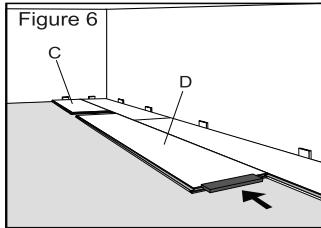

Figure 9C
Step 3 – Use a pull bar in place of a tapping block to close the gap between the two planks to complete the row (Fig. 9C).
Paso 3 – Use un varilla de maniobra en lugar de un bloque para ajuste para cerrar el espacio entre las dos planchas para completar la fila (Fig. 9C). Si el resto de la plancha cortada tiene 30,48 cm (12 pulg.) de largo, puede utilizarse para comenzar siguiente fila.